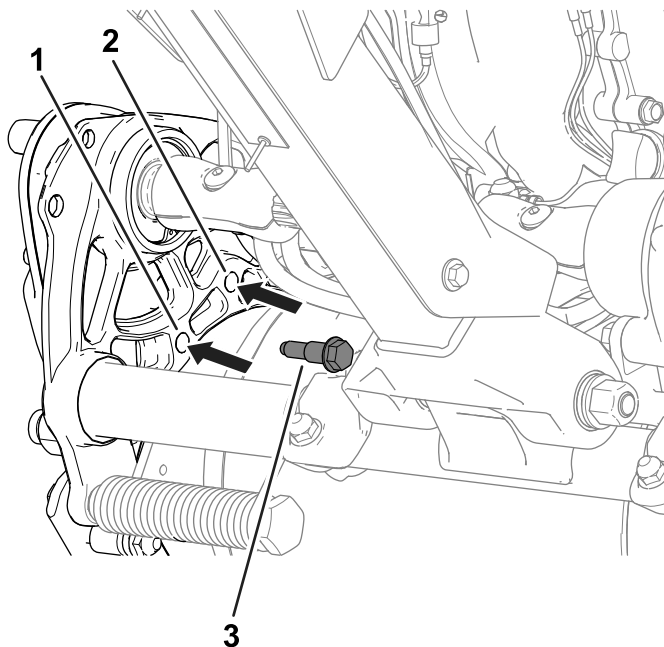

Figura 21
2. Retire los pernos de cuello largo (Figura 21) a cada lado de la máquina que fijan la carcasa de la transmisión de tambor al chasis.
4. Utilice los pernos de cuello largo que retiró anteriormente para fijar la carcasa de la transmisión al chasis (Figura 21).